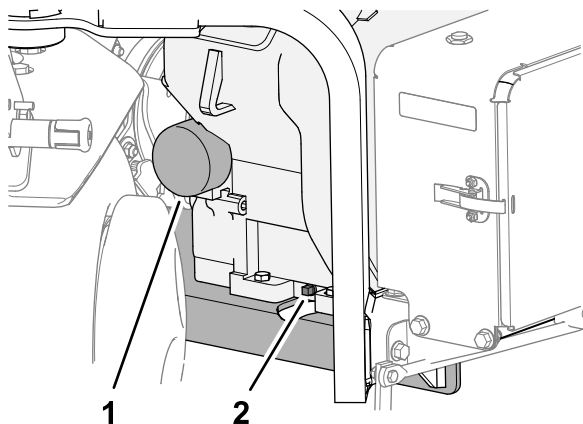

Рисунок 161
- Поместите поддон под пробку маслосливного отверстия и снимите пробку (Рисунок 161).
- Поместите неглубокий поддон под масляный фильтр и снимите фильтр (Рисунок 161).
- Наверните масляный фильтр на переходник фильтра до контакта прокладки с переходником фильтра (Рисунок 161), затем затяните фильтр еще на пол-оборота.